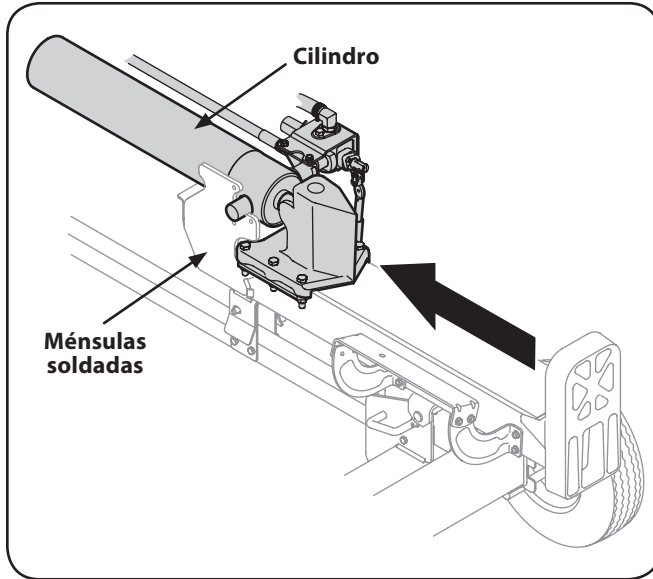

Figura 3-6
16. Levante y deslice el cilindro hacia arriba hasta el tope de la vigueta y dentro de los soportes soldados. Vea la Figura 3-6.